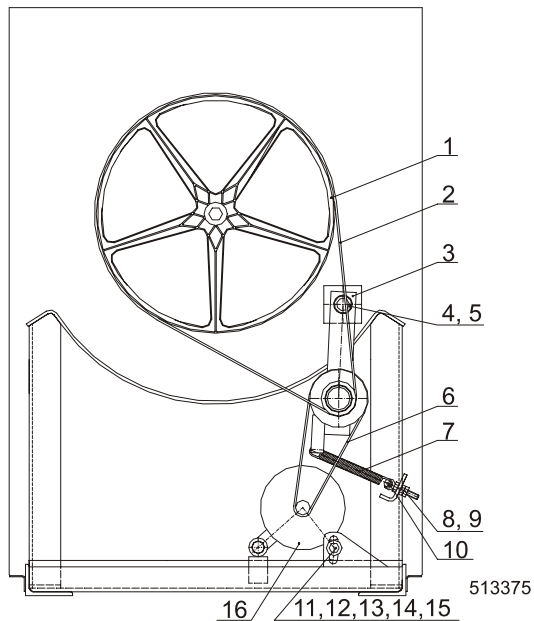

Рис. 5.8.В Плоский ремень, относится к 10 кг / 25 фт
- Стяните ремень потягиванием ремня, рис. 5.8.С, поз. 2 и стяните его при одновременном вращении ременного шкива барабана (1).
- Насадите на ременный шкив новый ремень PJ559 (6). Насадка ремня проводится в обратной последовательности, чем стягивание. Следите за тем, чтобы пружина натяжки (6) была закреплена на доске двигателя (5) и на держателе рамы.
- Натяжку ремней (2) можно изменить с помощью изменения закрепления пружины на доске двигателя или раме.